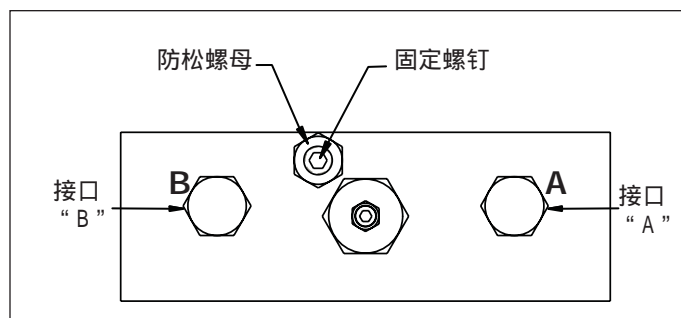

图 11, 调整详图, 回油溢流阀
3. 为了进行调整, 先拧松回油溢流阀上的固定螺钉防松螺母 (见图 11)。